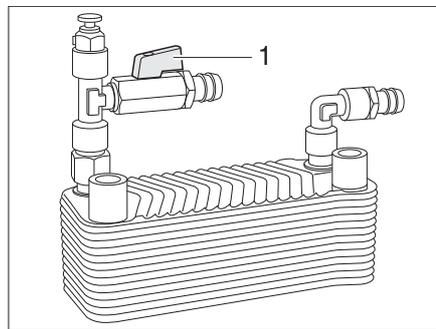

Fig. 192 Scambiatore di calore Alde
- Posizionare la maniglia (Fig. 192,1) del rubinetto di chiusura parallelamente alla tubazione.
- Posizionare la maniglia (Fig. 192,1) del rubinetto di chiusura verticalmente rispetto alla tubazione.